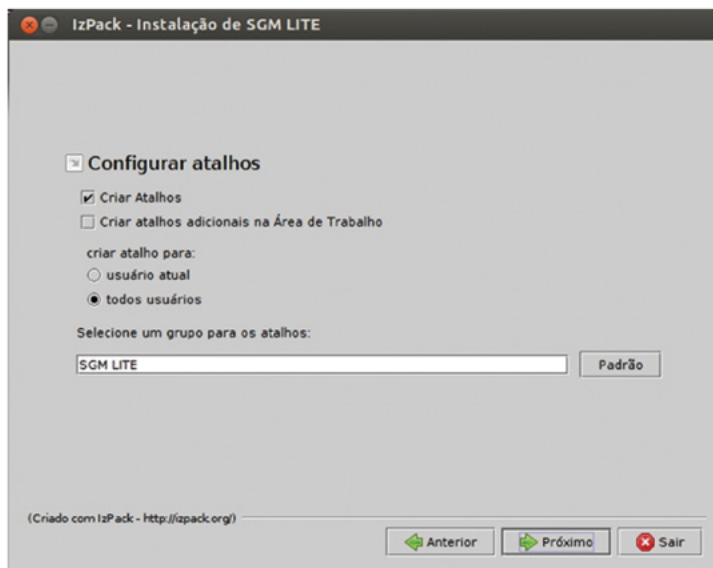

Figura 18 - Tela de finalização da instalação
4.1 - Quando as configurações do UPS forem iniciadas, a tela de configuração do sistema será exibida conforme a Figura 18. Desta forma, primeiramente você deve configurar os campos relativos ao UPS: